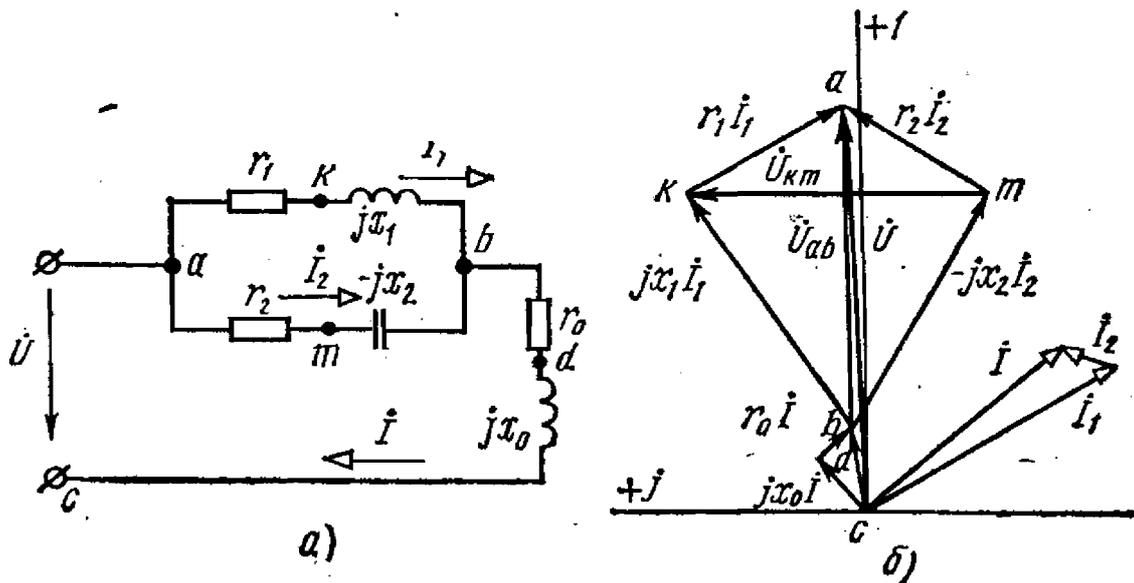

Рис. 4.39
4.39. Для цепи рис. 4.39, а найти комплексы токов I_1 , I_2 , I , комплекс напряжения \dot{U}_{km} между точками k и m схемы и комплекс
Топографическая диаграмма приведена на рис. 4.39, б.
4.40. Найти комплексы мощностей отдельных ветвей цепи схемы рис. 4.39, а и составить баланс мощностей.